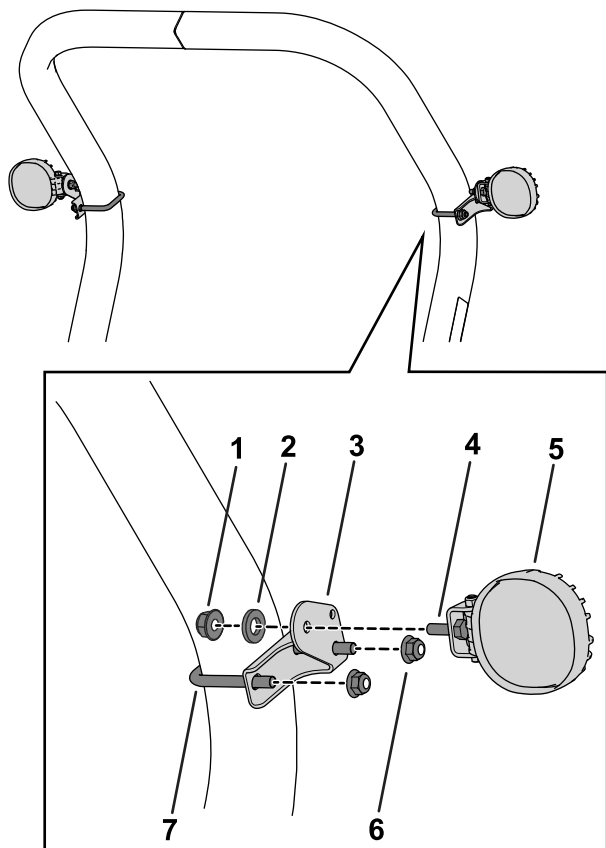

図 1
1. 図 1 に示すように、ROPS の左右それぞれに U ボルトとナット $\frac{3}{8}$ " 2 個でブラケットを取り付ける。
2. 各ヘッドライトアセンブリに付いているボルト、ワッシャ、ナットを使用して、図 1 のようにヘッドライトを取り付ける。